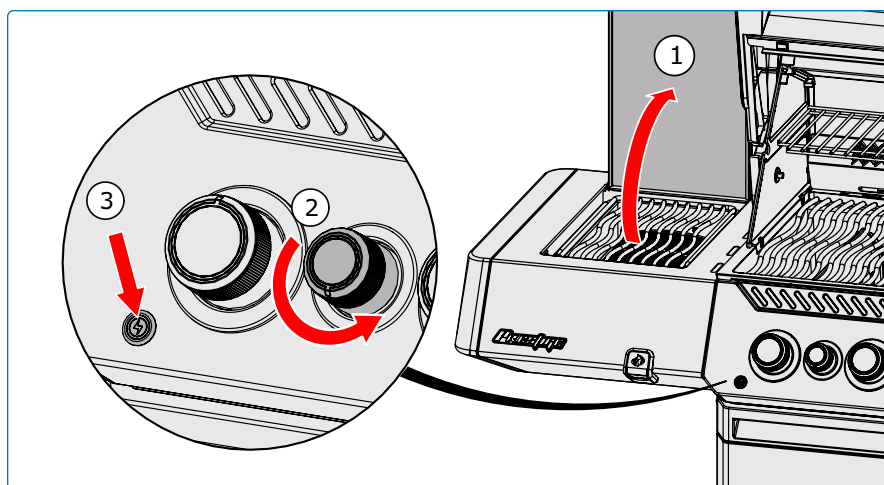

Fig. 7
4. Si el quemador no se enciende en 5 segundos, gire la perilla de control del quemador en sentido horario a la posición de APAGADO. Espere 5 minutos. Repita los pasos 2 y 3 (**Fig. 7**), o consulte "**Instrucciones alternativas de encendido**".